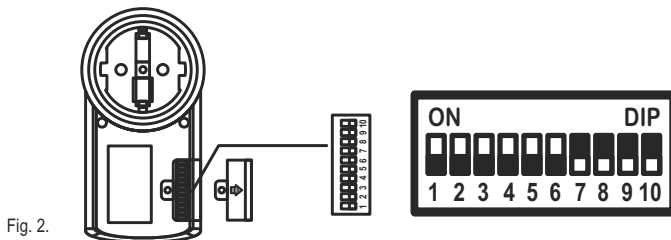

Fig. 2.
Cu ajutorul comutatoarelor puteți seta canalul de comunicație dintre telecomandă și soclu. Combinația setată pe telecomandă trebuie să corespundă cu ce de pe soclul comandat. Și pe soclu (socuri) se găsește un bloc de comutatoare pentru setarea canalelor (4), primele 5 comutatoare fiind cele pentru alegerea canalului de comunicație (Fig. 2).